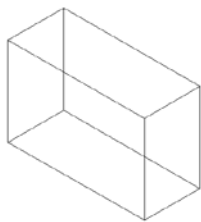
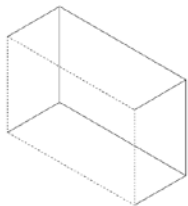
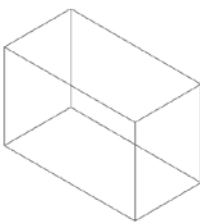

图 11.53 原图
图 11.54 选择偏移面
图 11.55 偏移面
- (1) 启动 AutoCAD 2012, 绘制如图 11.53 所示的图形。
- (2) 选择【修改】/【实体编辑】/【偏移面】命令。
- (3) 选择偏移面, 如图 11.54 所示; 并按回车键。
- (4) 输入偏移距离为 100, 并按回车键。
- (5) 命令行提示“【拉伸(E)/移动(M)/旋转(R)/偏移(O)/倾斜(T)/删除(D)/复制(C)/颜色(L)/材质(A)/放弃(U)/退出(X)】<退出>:” 按回车键。
- (6) 命令行提示“输入实体编辑选项【面(F)/边(E)/体(B)/放弃(U)/退出(X)】<退出>”按回车键。偏移后的效果如图 11.55 所示。